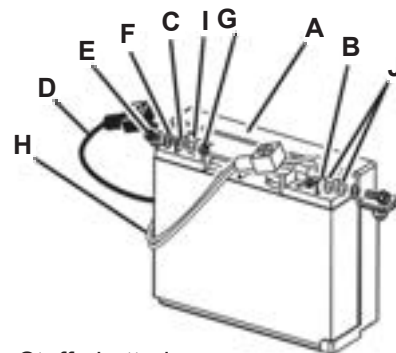

Fig. 10
1. Rimuovere il coperchio dal terminale negativo (-) della batteria e collegare il cavo nero al terminale negativo (-) della batteria come mostrato in Fig. 10.